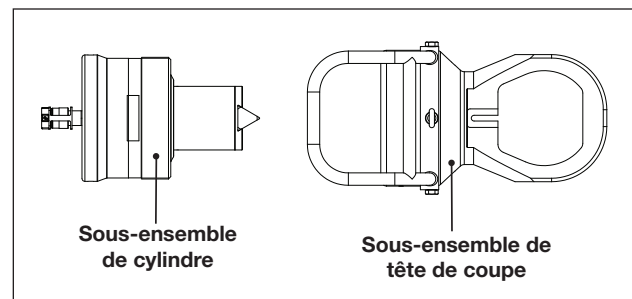

Figure 2, Sous-ensembles de casse-écrou
2) une tête de coupe correspondante conçue pour être utilisée avec une gamme de taille d'écrou spécifiée. Voir la Figure 2. La lame de coupe remplaçable est installée dans un porte-lame monté sur l'arbre du sous-ensemble de vérin.